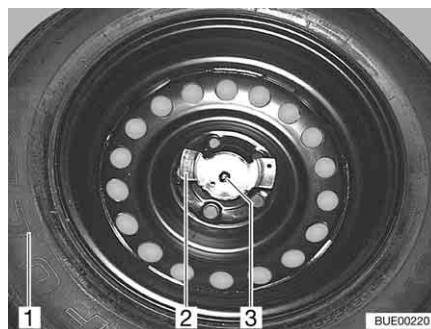

Bild 238 Reservhjulsupphängning
- Skruva loss de två muttrarna (Bild 238,2 och 3).
- Tag ut reservhjulet (Bild 238,1) ur reservhjulshållaren.